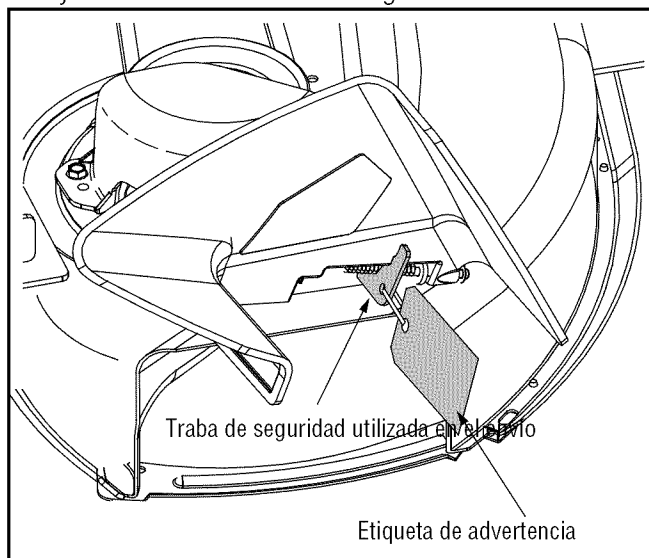

Figura 2
- Localice la traba de seguridad utilizada en el envío y la etiqueta de advertencia que la acompaña, ubicadas en el lado derecho de la podadora, entre el canal de descarga y la cubierta de corte. Vea la Figura 2.